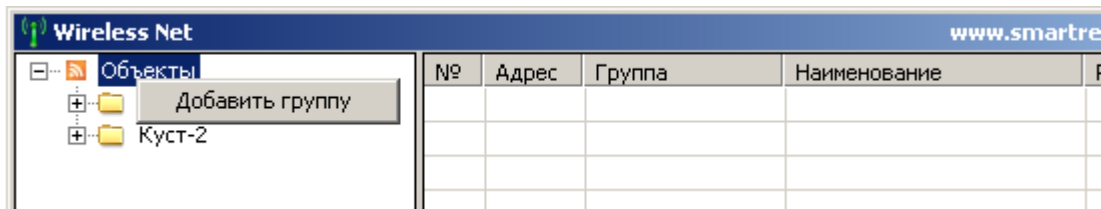

Рисунок 6 – добавление группы
5.7.2.2 В левой колонке щелчком правой кнопки мышки по элементу «Объекты» вызвать контекстное меню и выбрать пункт «создать группу». Аналогичным образом добавить желаемое количество групп (рис.6).